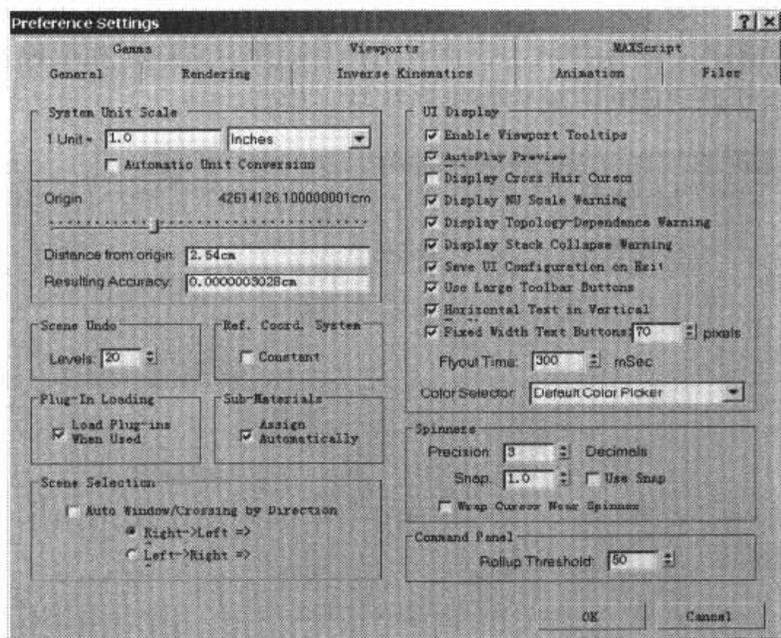

图 1-3 Preference Settings 对话框
Step 2 设置系统单位。一般情况下，应让系统单位与显示单位保持一致。选择 **Customize\Preferences** 命令，打开 **Preference Settings** 对话框，如图 1-3 所示。在该对话框的 **System Unit Scale** 命令区中，使 **1 Unit=1.0 Millimeter**，然后按 **OK** 按钮确定，即可将系统单位设定为毫米。